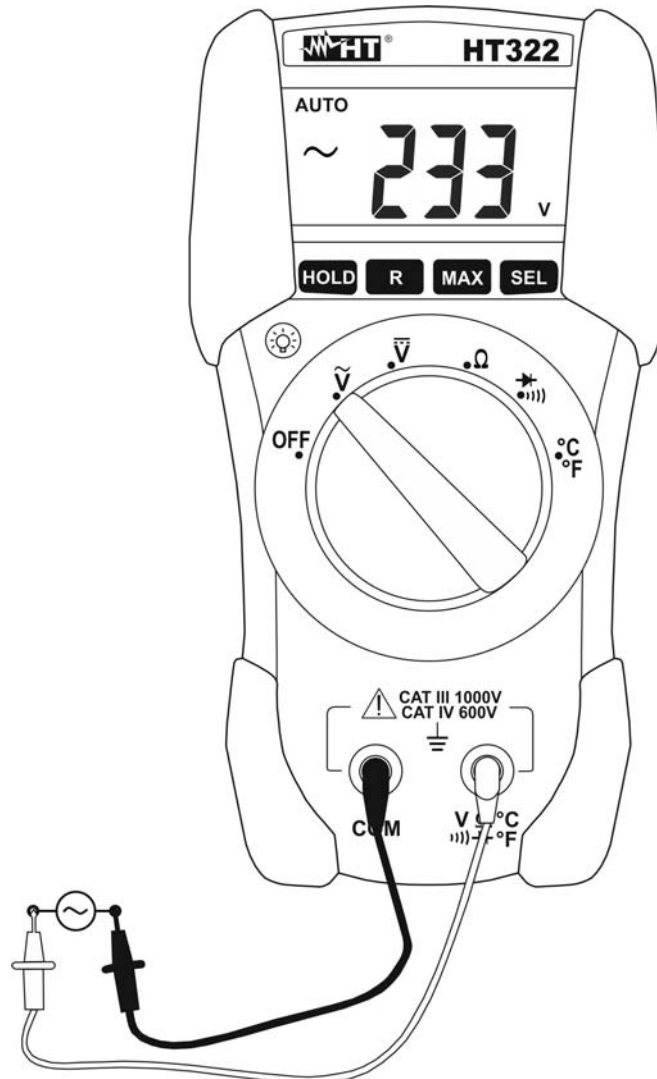

Fig. 3: Uso dello strumento per misura di Tensione AC
4. Posizionare i puntali nei punti desiderati del circuito in esame (vedere Fig. 3). Il valore della tensione è visualizzato a display.